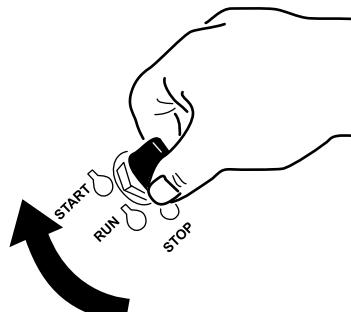

図 16
1. 始動キーを Start 位置に回す(図 16)。エンジンが始動したら、キーから手を離す。
6. 始動キーを Start 位置に回す (図 16)。エンジンが始動したら、キーから手を離す。